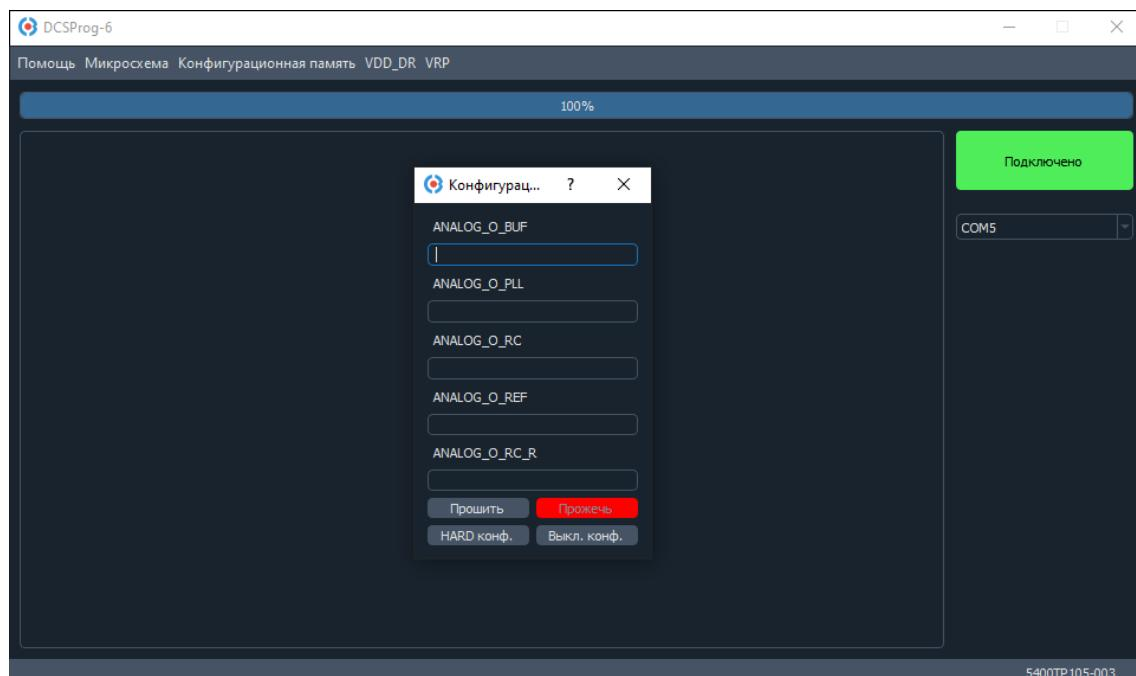

Рисунок 55. Окно настройки конфигурационной памяти
2. Откроется окно настройки конфигурационной памяти (Рисунок 55).